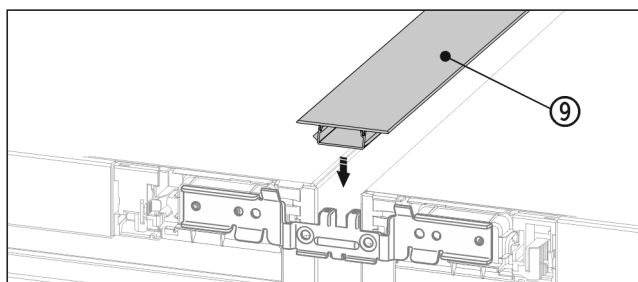

Fig. 20
- Viršutinėje pusėje į plyšį įsprauskite trumpą dengiamąją plokštelę Fig. 20 (9).